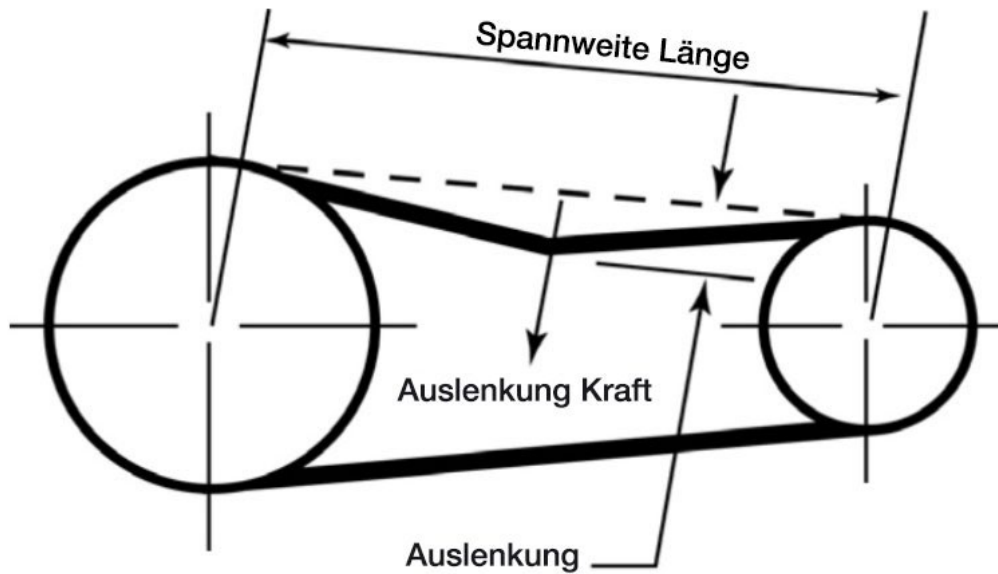

Abbildung 4.2: Diagramm zum Spannen des umgekehrten Parallelriemens
- i. Um die Spannung des Riemens zu messen, verwenden Sie entweder ein Ultraschall-Spannungsmessgerät oder messen Sie die Auslenungskraft, die erforderlich ist, um den Riemen in der Mitte seiner Spannweite (Abb. 4.2) um die in der Spalte "Auslenkung" in Tabelle 4.2 angegebene Strecke auszulenken.